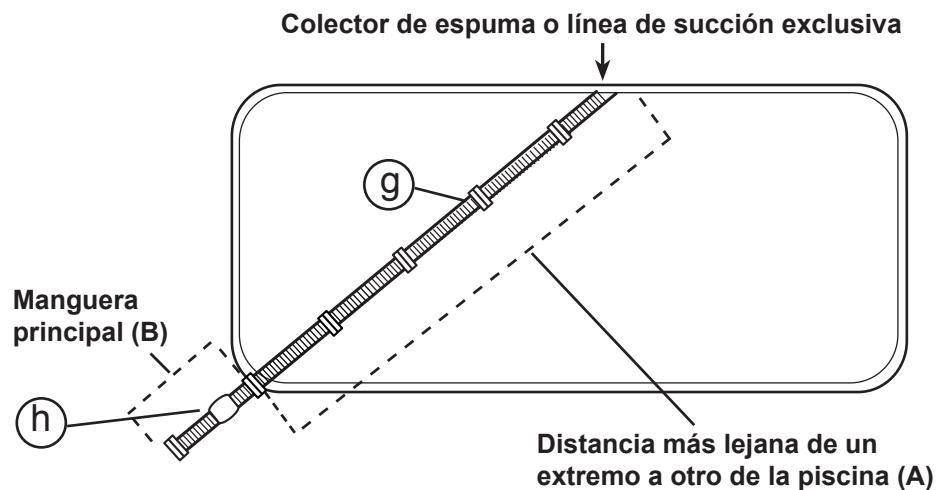

Figura 5
1. Mida bien la manguera para que alcance el punto más lejano de la piscina desde el colector de espuma o la línea de succión exclusiva. Retire las secciones adicionales de la manguera, según sea necesario. Véase (A) en la figura 5, abajo.
2. Luego, conecte la manguera principal al extremo donde se conectarán el cabezal del limpiafondo. Véase (B) en la figura 5, abajo. La longitud extra permite que el limpiafondo alcance los puntos más lejanos de la piscina si es que se forma un círculo mientras está en funcionamiento.